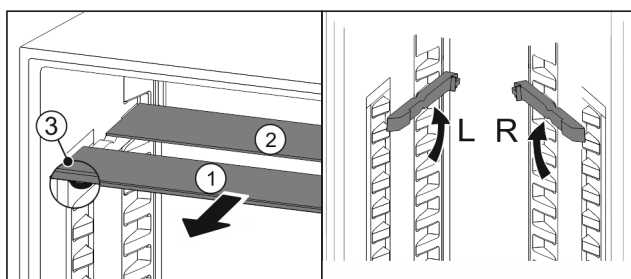

Fig. 19
- ▶ Skleněné desky jednotlivě vytáhněte dopředu Fig. 19 (1).
- ▷ Skleněná deska Fig. 19 (1) s ozdobnou lištou leží vpředu.
- ▷ Zárážky Fig. 19 (3) směřují dolů.